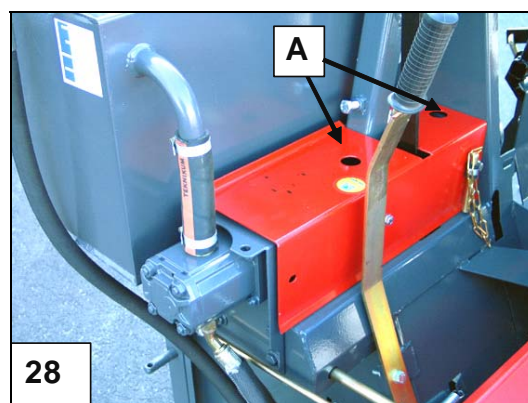

Bild 28. Smörjning av maskinen
7.6 Smörjning av maskinen, bild 28
- Smörj axelns lager A, bild 28, med kullagerfett enligt tabellen och alltid då maskinen kommer att stå oanvänd under en längre period.